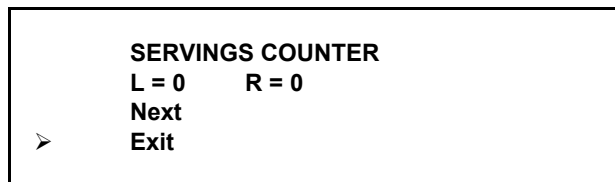

Рис. 52
**Примечание:** после очистки машины щеткой СЧЕТЧИК ПОРЦИЙ обнуляется автоматически. (См. рис. 52.)